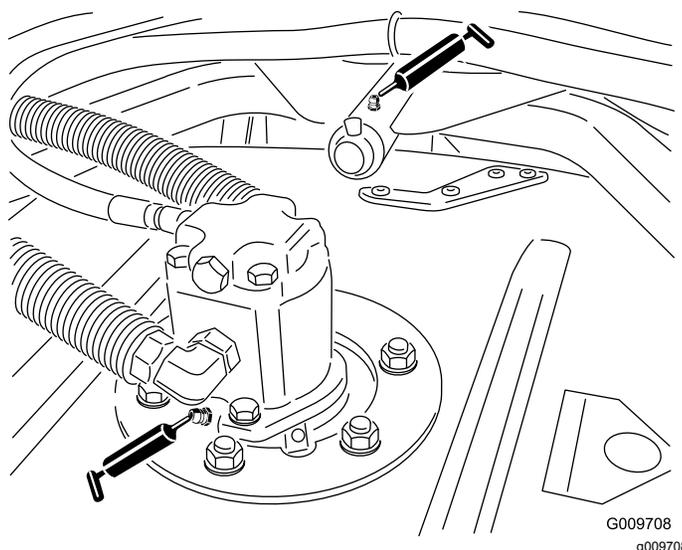

図 26
- カッティングユニットのスピンドルシャフトのベアリング各カッティングユニットに1ヶ所 図 26
- カッティングユニットのキャリアアームのブッシュ各カッティングユニットに1ヶ所 図 26